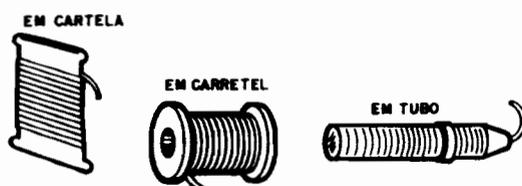

Fig. 11
- **FIG. 11** - Embalagens ou apresen-
tações costumeiras do "fio de solda". Tão importante quanto usar o ferro correto, e adotar os procedimentos aqui enumerados, é trabalhar com uma solda específica para Eletrônica. O pequeno tamanho dos componentes e terminais, o baixo calibre dos fios, a necessidade de ligações rápidas, sem o desenvolvimento de muito calor, obriga-nos ao uso de solda fina, de baixo ponto de fusão (quer dizer, uma liga que se derrete, funde, sob temperaturas não muito elevadas...). Conforme ilustra a fig. 11, no varejo de eletrônica o Leitor/Aluno encontrará facilmente a solda específica em CARTELAS (normalmente com 1 metro de solda), em CARRETEL (com 1/2 quilo ou 1 quilo) ou em TUBOS ("provedores"), sendo esse último sistema de uso bastante prático, pois a própria embalagem serve como "segurador" e "municipador" de solda durante a operação de soldagem (os tubos, normalmente, contêm 4 ou 5 metros de solda).